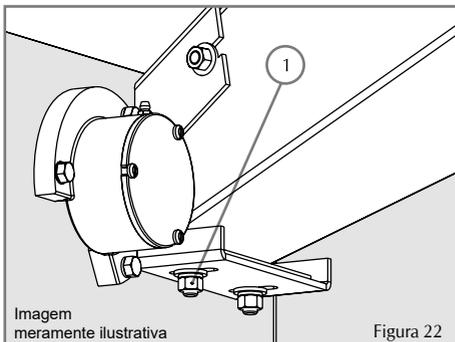
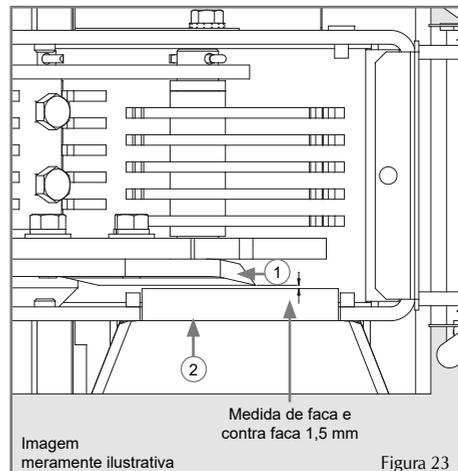

Figura 22
Figura 23
A regulagem da contrafaca é feita soltando-se os 2 parafusos (1) de fixação, conforme Figura 22 e deslocando a mesma até que as facas passem a uma distância de aproximadamente 1,5 mm da contrafaca, conforme Figura 23. A contrafaca deve ser afiada quando apresentar sinais de desgaste. Reapertos periódicos são necessários.